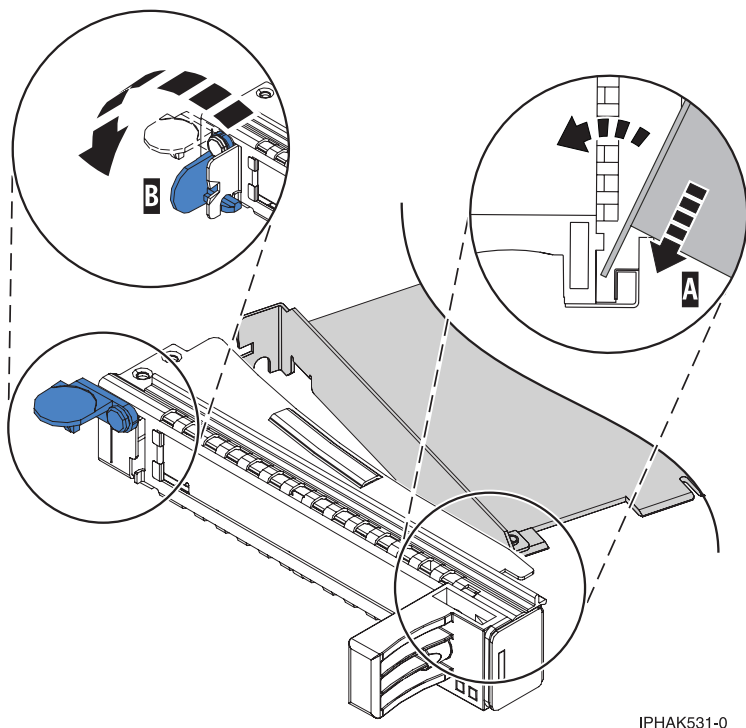

Figure 63. Installation d'une cassette d'adaptateurs (cartes) PCI simple largeur
- a. Placez le levier de blocage de la contre-poupée en position ouverte, insérez fermement la carte dans le bloc de retenue **(A)**. Voir figure 63, à la page 74.
- c. Fermez le levier de blocage de contre-poupée **(B)**. Voir figure 63, à la page 74.